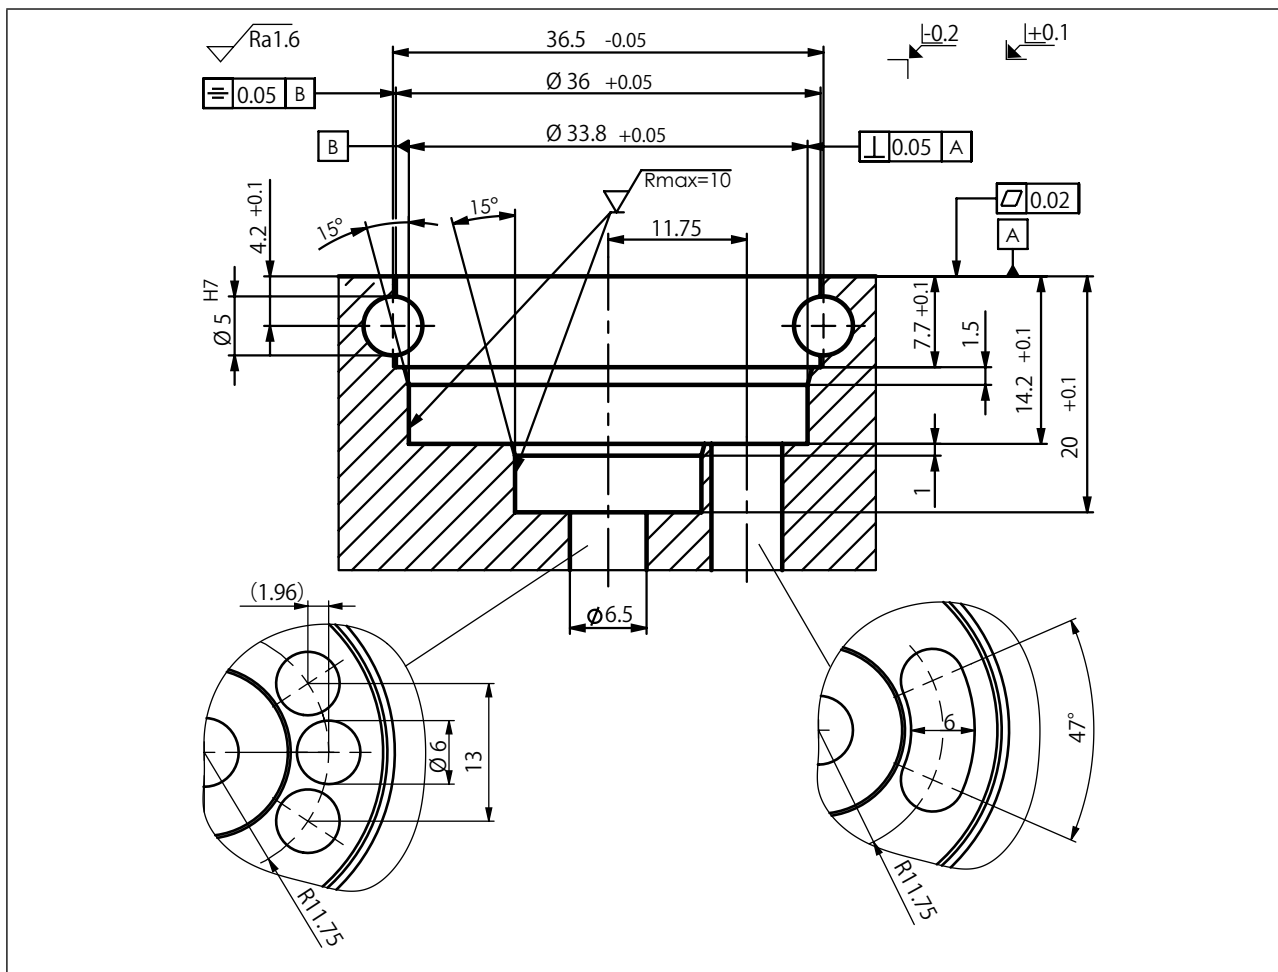

図 10: バルブシートサイズ 1~6 でのカートリッジハウジングの設置スペース
- バルブを取り付け(「図 10」をご参照ください)、合わせます。取り付けた状態では、回すことはできません。